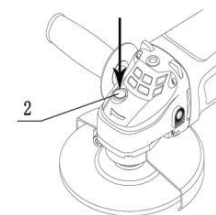

Figura 5
B. Posizionare la mola per rettifica (10) o da taglio (11) sulla parte superiore della flangia interna assicurandosi che il foro si adatti al passo della flangia;
C. Montare il lato concavo incassato della flangia esterna (12) sul mandrino;
D. Premere saldamente il pulsante di blocco del mandrino (2) e assicurarsi che non vi siano movimenti nel mandrino. Quindi, mentre il dispositivo di blocco del mandrino è premuto, serrare la flangia esterna in senso orario usando la chiave (13). (Vedere figura 5)